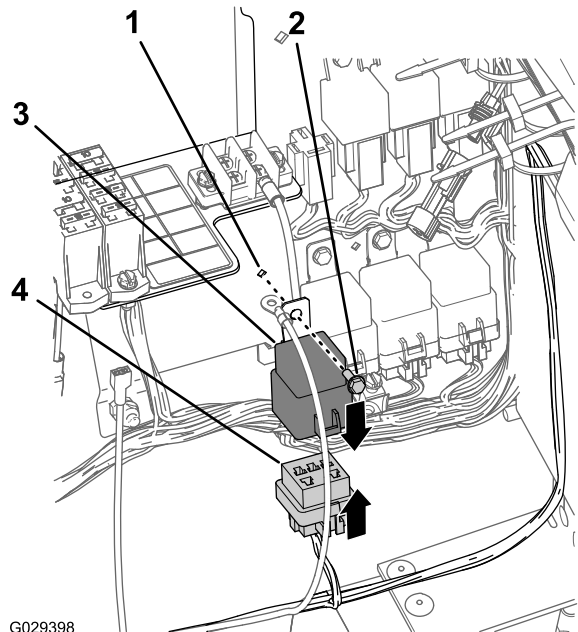

图18
1. 在线束的197cm 发动机舱支管上，将继电器与修整组件线束的 5 插槽接头对齐（图18）。
2. 将继电器插脚插入接头的插槽（图18）。
3. 将继电器安装片上的孔与配电板的孔对齐（图18）。
4. 用凸缘头螺栓（#10-24 x 1/2 英寸）将继电器固定到配电板上（图18）。